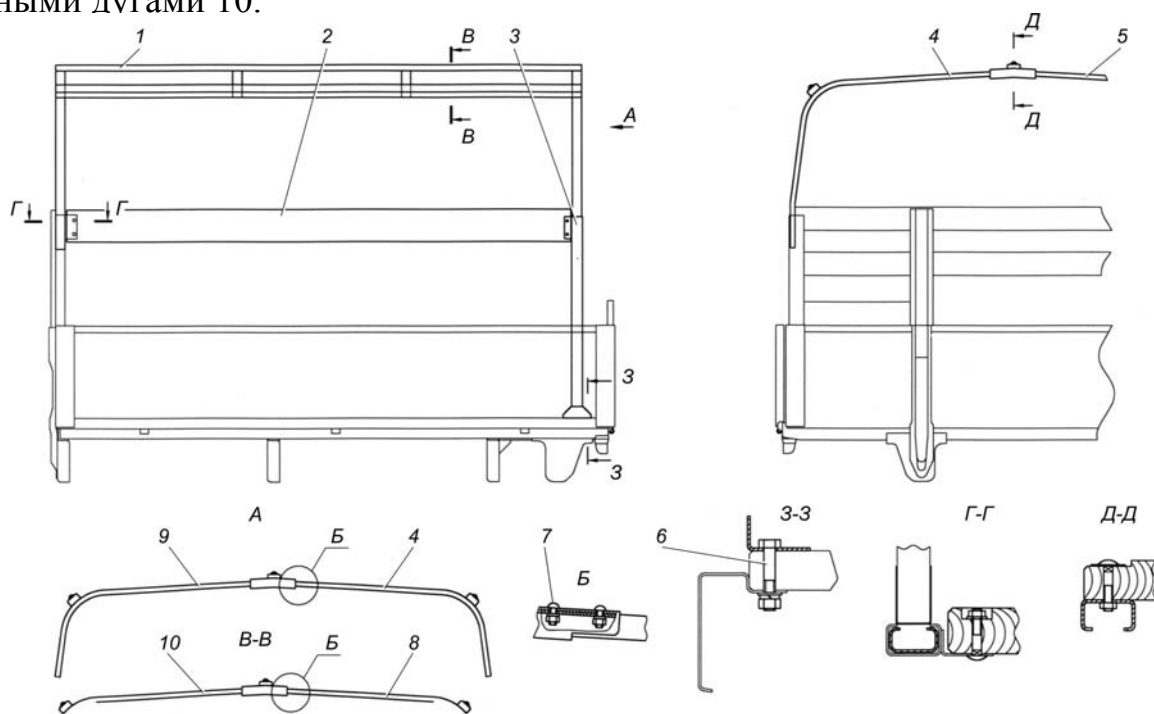

Рис. 12.2. Установка деталей каркаса тента:
Установка каркаса тента показана на рис. 12.2.
1. Установить стойку 3 (рис. 12.2) с левой стороны платформы и стойку тента среднюю правую (на рис. не показана) с правой стороны, предварительно вывернув болты 6 из настила пола. После установки стоек закрепить их этими же болтами.